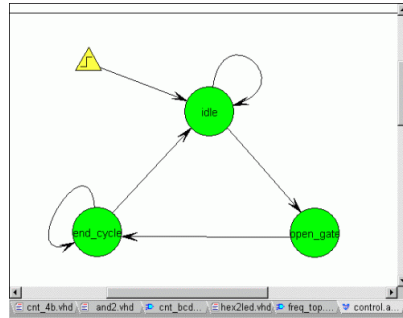

Рисунок 1.40 – Визначення сигналу запуску/скидання автомата
1.2.7.11 Для запуску/скидання керуючого автомата передбачається використувати сигнал асинхронного скидання **reset**. Для його визначення використовується спеціальний інструмент –  **Reset**. Розмістіть піктограму скидання недалеко від початкового стану автомата і вкажіть відповідний перехід (рис.1.40).